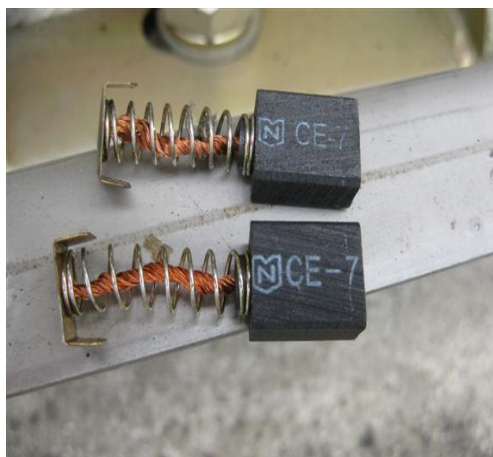

图 1 储能电机碳刷
(1) 检查储能电源是否正常。
(2) 检查储能电机绝缘是否良好, 变速结构各部运转是否正常。观察电机碳刷的磨损量和断路器的操作次数, 检查碳刷磨损是否正常(图 1), 电机和碳刷接触是否良好, 电机运转时有无火花。